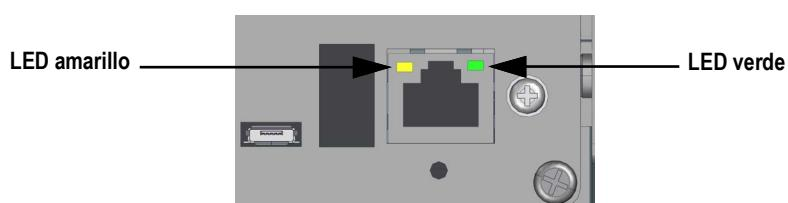

Figura 2-23. Conector Ethernet RJ45 - Montaje en panel
**NOTA:** Con RS-232, los cuatro interruptores de SW3 deben estar en la posición OFF (Desactivado). Consulte la Figura 2-23 en la página 35.